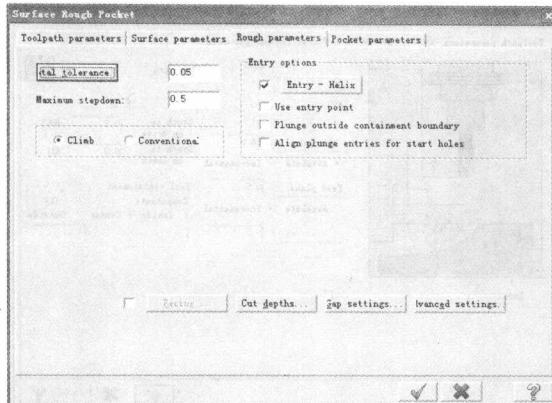

图 1-19 曲面粗加工参数
③ 选择完毕后，系统弹出 3D 曲面挖槽刀路对话框，进入刀具参数界面，刀具及刀具参数同前一工序。
④ 单击曲面挖槽刀路中 Surface Parameters 对话框，曲面参数设置同前，加工余量 0.0mm。
⑤ 单击曲面挖槽刀路中 Rough parameters 对话框，粗加工参数设置如图 1-19 所示。Z 方向最大步距 0.5mm。